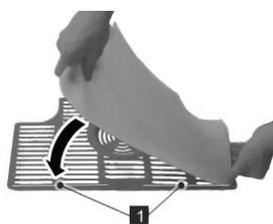

Рис. 30
3. Вставьте новый очищающий фильтр в воздухозаборную решетку с липкой стороны вдоль разметки (рис. 30/1).